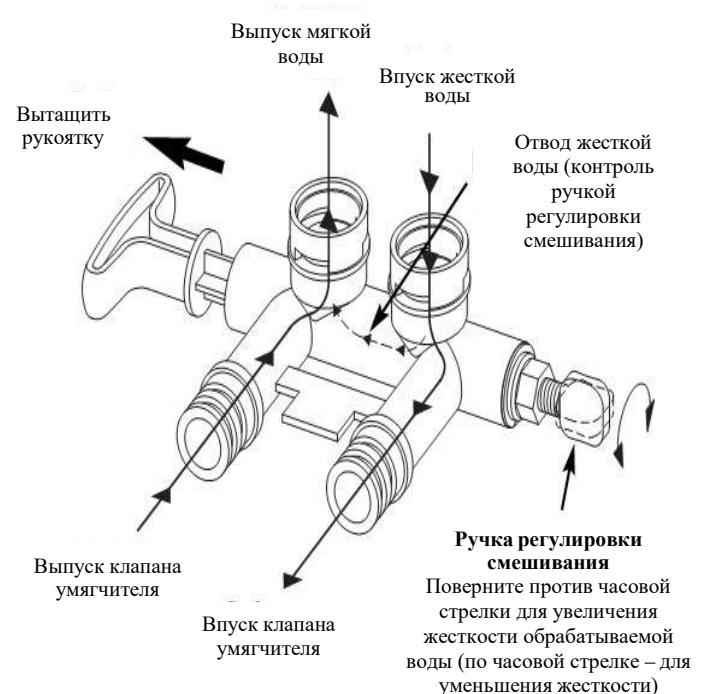

РИС. 37
Байпасный смешивающий клапан работает как стандартный двухтактный клапан, однако он имеет дополнительную функцию точной регулировки жесткости обрабатываемой воды, делая воду мягче. Если необходима слегка жесткая вода, чем обычно производится умягчителем, этот байпасный смешивающий клапан может отводить небольшой поток жесткой воды до того, как он попадет в умягчитель, и смешивать его с входящей смягчаемой водой. Количество отводимой воды контролируется поворотом ручки регулировки смещивания на верхнем колпаке штока клапана (см. Рисунок 37).
1. Если байпасный клапан находится в рабочем положении (нормальная операция умягчения), с вытянутой рукояткой (см. Рисунок 37), **увеличьте жесткость** обрабатываемой воды, повернув ручку регулировки **смещивания против часовой стрелки** до 6 оборотов из полностью закрытого положения. Во время регулировки этой ручки удерживайте байпасный клапан рукой для предотвращения вращения штока.